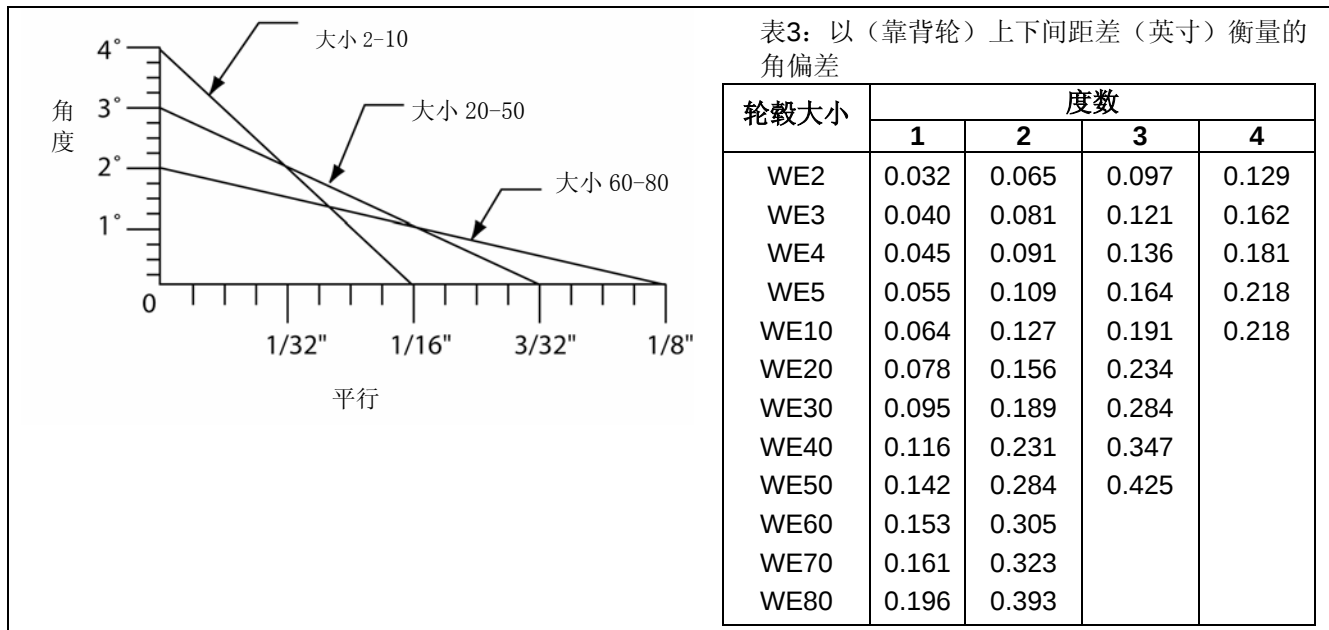

图 10: Wood's Duraflex^{®1}联轴器的最大允许校直误差
5. 轮毂应至少与阀门校直，图 10 为允许的校直误差。进行校直时，可使用激光、千分表、或直尺和卡尺。
- 再次检查轮毂, 确定角度校直和平行校直的值仍在图 10 所示的范围以内。